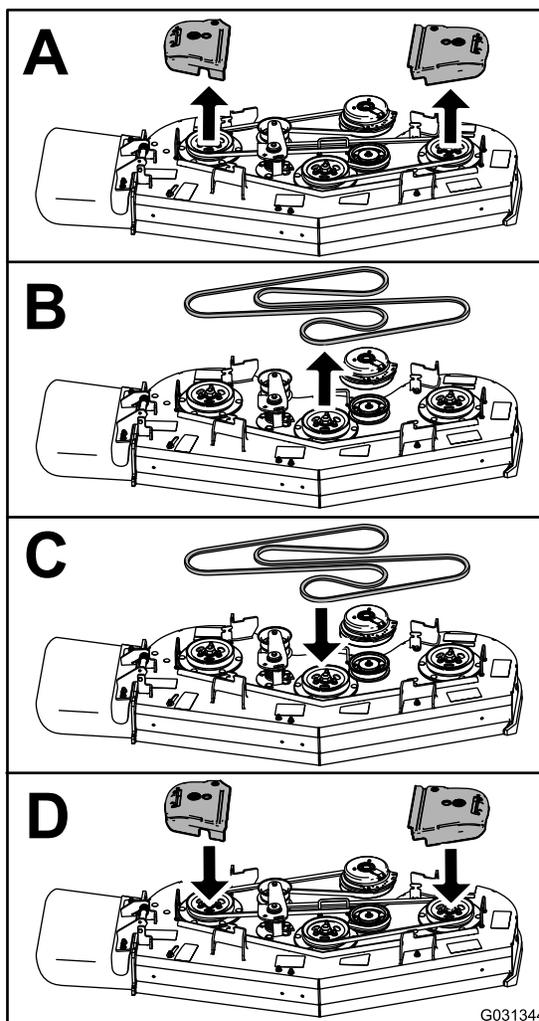

Рисунок 70
3. Замените ремень, как показано на Рисунок 70.